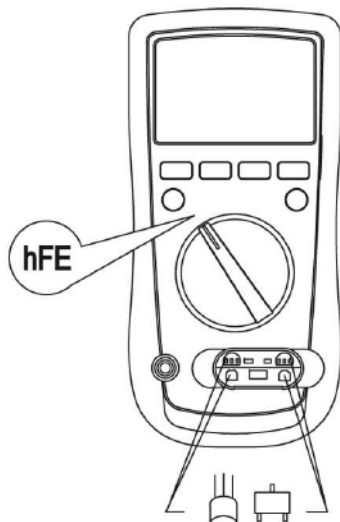

Fig. 10. Masurare tranzistor
I. MASURARE TRANZISTOR (numai pentru UT61A)(vezi fig. 10)
2. Introduceti soclul multiplu ca in fig.10